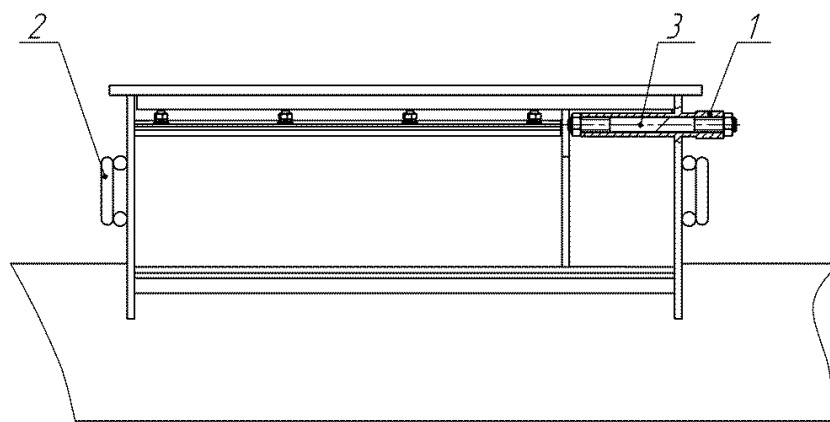

Рис.3 Заглушка направляющей втулки высевающего аппарата
4.4. В высевающих аппаратах отверстия направляющих втулок поз.1 рис.3 заглушить шпилькой М12х150 и зафиксировать гайками.